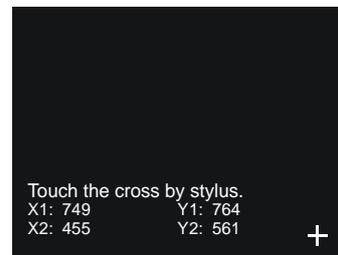

Fig.3
- ✓ Pulse nuevamente al centro del símbolo "+", que se moverá ahora en la parte baja de la pantalla, a la derecha (Fig.3).